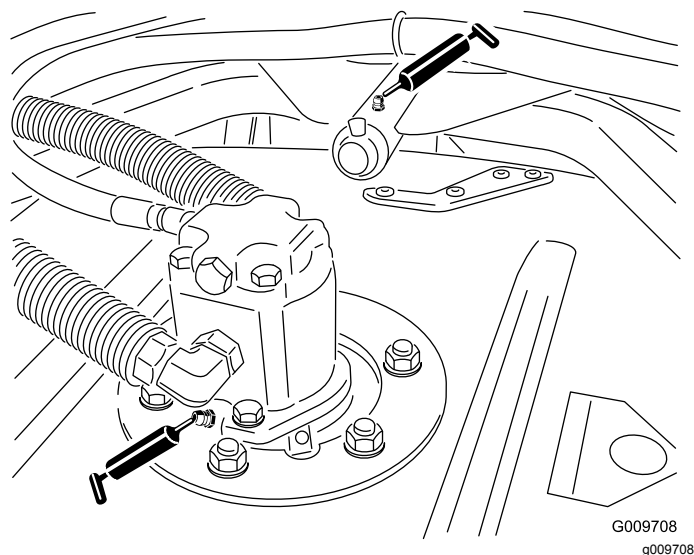

Figura 37
- Cojinetes de eje de unidad de corte (2 por carcasa) tal y como se muestra en la Figura 37
- Casquillos de brazo de tiro de la unidad de corte (1 por carcasa) tal y como se muestra en la Figura 37